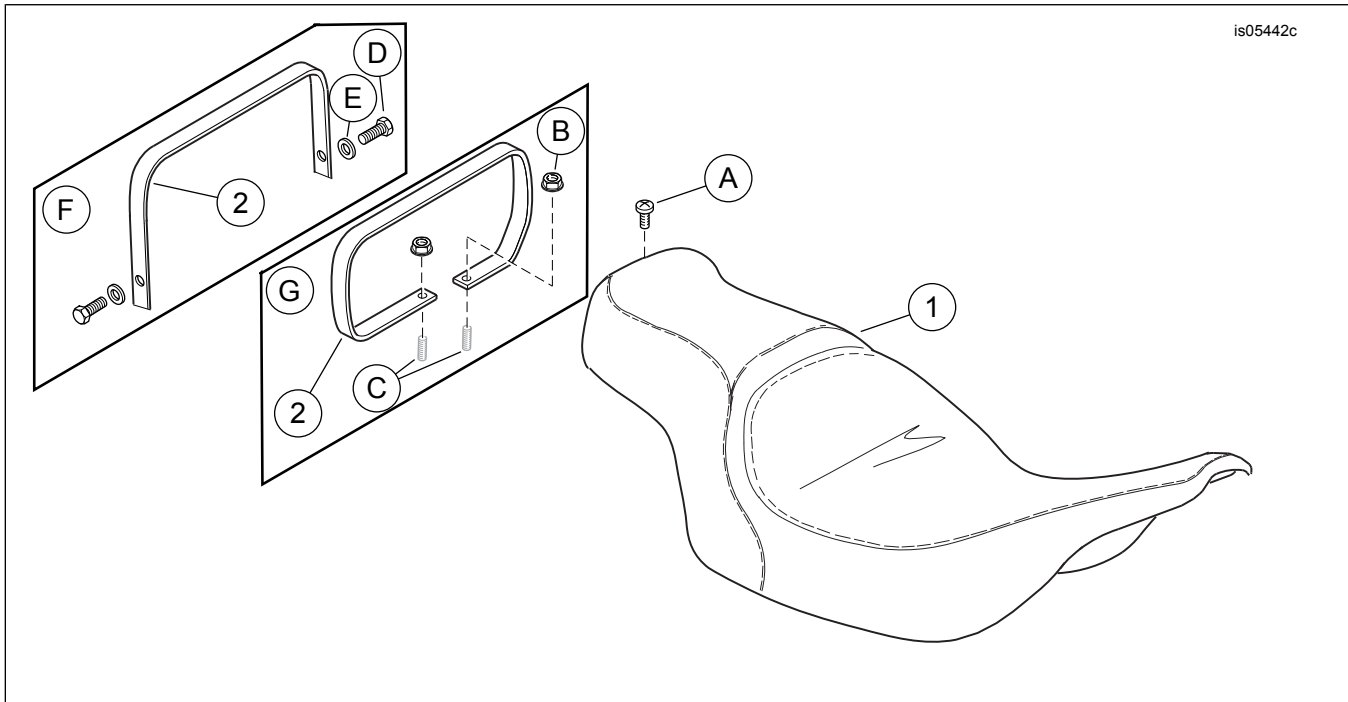

Figure 7. Pièces de rechange : Selle chauffante
Consultez Figure 7 et Tableau 1 pour connaître le contenu du kit.
1. Consultez Figure 7 . Retirez la vis (D), la rondelle (E) et l'extrémité de la sangle de maintien. Conserver le matériel de fixation pour l'installation ultérieure.
2. Consultez Figure 7 . Retirez la vis cruciforme à rondelle d'arrêt (A) à l'arrière de la selle actuellement installée. Tirer la selle vers l'arrière pour l'enlever. Conservez la vis
- b. Consultez Figure 7 . Installer la vis (D) et la rondelle (E) de la sangle de maintien. Serrer.